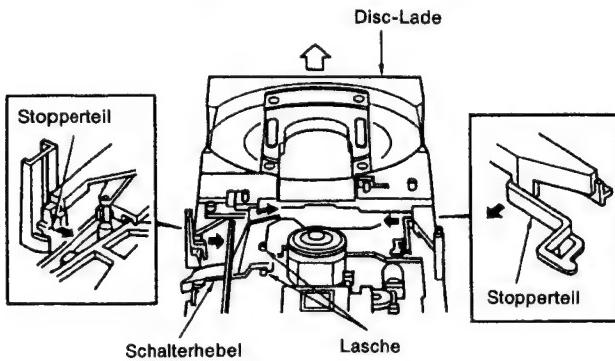

Abb. 1
(Abb. 1 und 2)
Öffnen Sie die Disc-Lade. Benutzen Sie einen flachen Schraubenzieher um die Stopper in Abb. 1 (je einer links und rechts) in die Richtung des schwarzen Pfeils zu drücken. Ziehen Sie dann die Disc-Lade in Richtung des weißen Pfeils heraus.
(2) Einbau der Disc-Lade (Abb. 1, 2 und 3)
(5) Austausch des Hebelelements (Abb. 1)